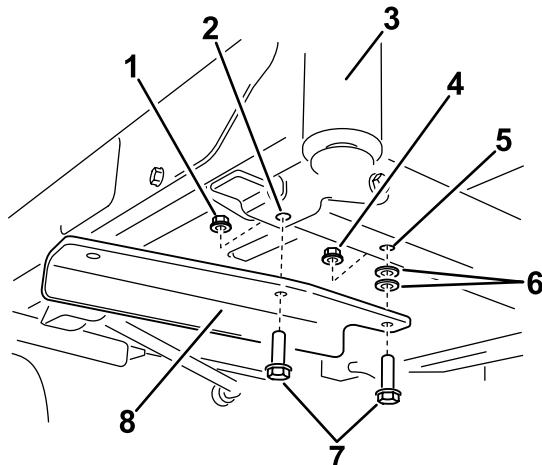

Figura 5
4. Montate la staffa sinistra sulla parte inferiore del telaio mediante 2 bulloni ($\frac{3}{8}$ " x $1\frac{1}{4}$ "), 2 rondelle e 2 dadi di bloccaggio ($\frac{3}{8}$ ") (Figura 5).